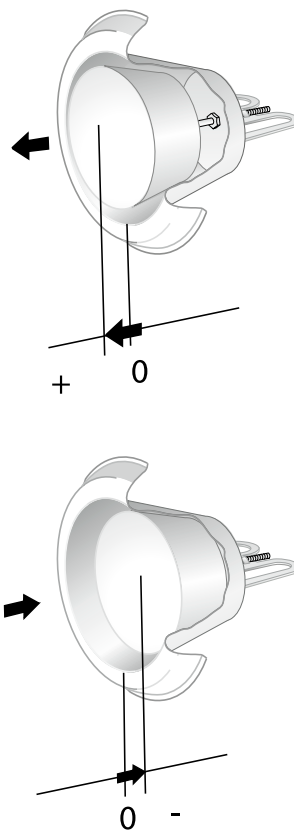

Abb. 2. Einregulierung.
Der Luftauslass wird durch Druckmessung oder Luftvolumenstrommessung einreguliert. Bei der Druckmessung wird ein so genannter "Messhaken" und bei der Volumenstrommessung ein auf dem Markt erhältlicher Luftvolumenstrommesser verwendet. Siehe Abb. 2.
- Schalldruckniveau dB(A) gilt für Räume mit 10 m² äquivalenter Schallabsorptionsfläche.
- Die Korrektur des Oktavbands K_{OK} gibt den Nullpunkt des Kegels gemäß Abb. 2 an.